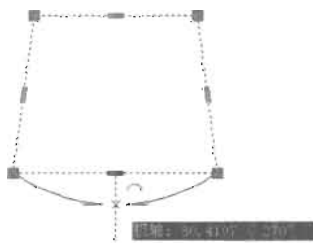

图 5-29
(3) 将鼠标水平向下移动, 然后输入移动距离为 50, 按 Enter 键结束, 如图 5-29 所示。